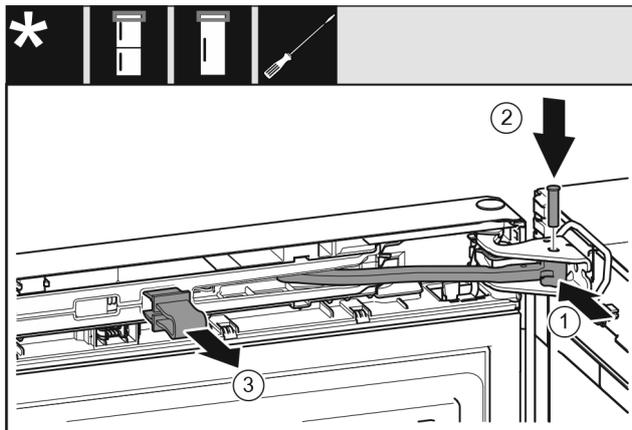

Fig. 47
- ▶ Gelenk in Lagerbock drehen. Fig. 47 (1)
- ▶ Bolzen in Lagerbock und Gelenk einsetzen. Dabei darauf achten, dass der Rastnocken korrekt in der Nut sitzt. Fig. 47 (2)
- ▶ Sicherung abnehmen. Fig. 47 (3)